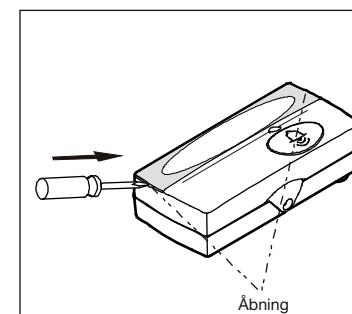

Fig. 7
- Efter at trykket er monteret, kan den transparente plastik på overdel fjernes og man kan efter ønske skrive navn eller nummer m.v. på label. Label og transparent plastic del genmonteres. Fig. 7 og 8.